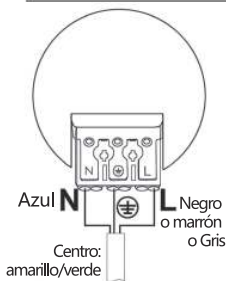

fig.3
- 4. fig. 3:** Prepare un cable sin corriente de acuerdo a la regulación local. Conecte los cables.